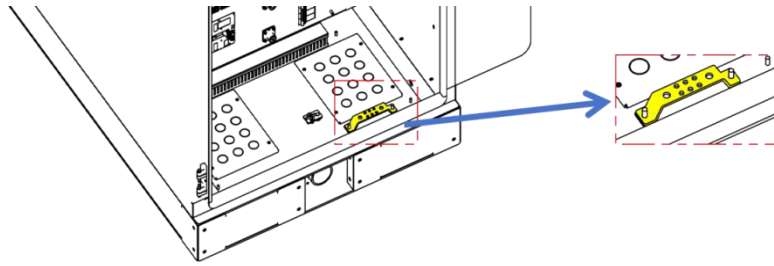

Abbildung 7-1 Erdungsanschluss
3. Verbinden Sie den Erdungsanschluss mit der Erdungsschiene mittels der M10-Befestigung, wie in Abbildung 7-1 dargestellt.
- Der Erdungsanschluss des Batterieschranks befindet sich an der Erdungsschiene im Inneren des Schrankes, siehe Abbildung 7-1 (vgl. Erdung des Batterieschranks).